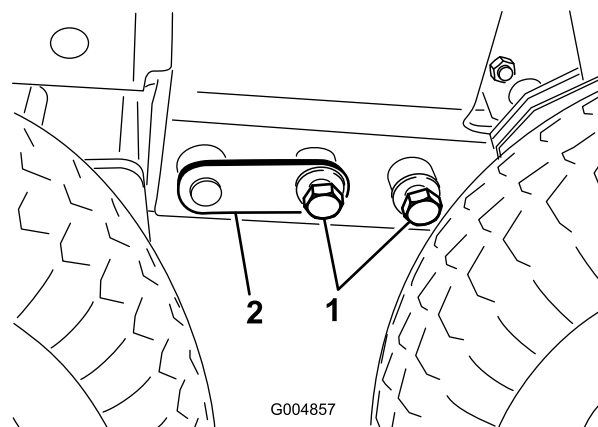

Figure 21
8. Ajustez le cric ou agitez la cabine manuellement afin de pouvoir installer les boulons (3/4") de chaque côté (Figure 21). Serrez les boulons à 359 Nm (265 pi-lb).